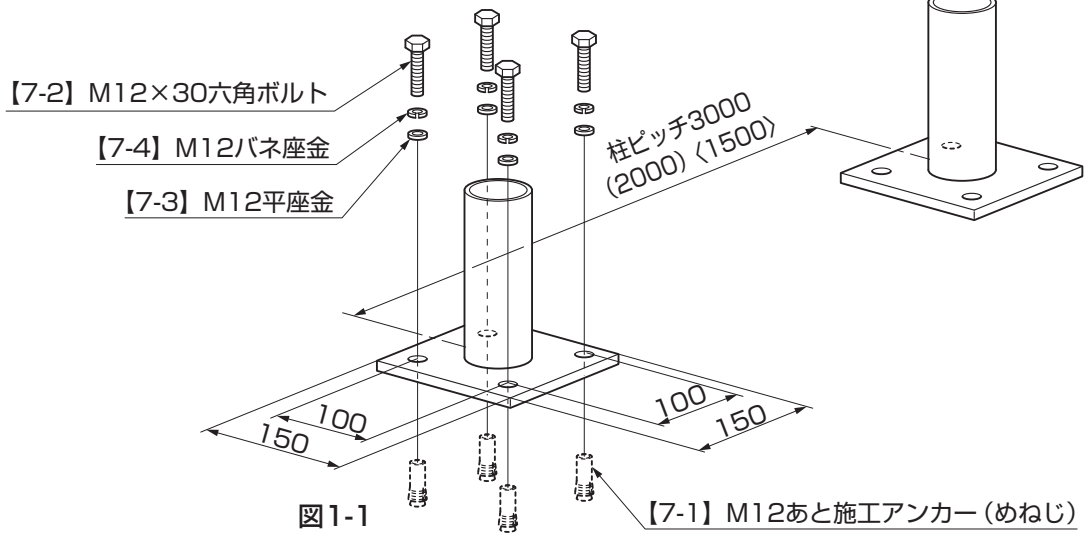

図1-1
- ① 図1-1の寸法位置にφ18のコンクリートドリルで穴をあけ、【7-1】を打込んでください。
- ② ベースプレート用柱を穴にあわせ、【7-2】、【7-3】、【7-4】で固定してください。